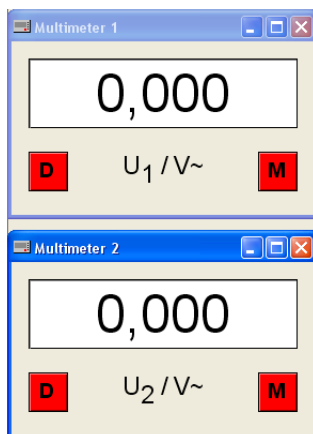

Рис. 5. Мультиметры, настроенные на измерение напряжения переменного тока
12. Выбрать режим измерения напряжения переменного тока (рис. 5).
14. Выбрать режим измерения напряжения переменного тока (рис. 5).